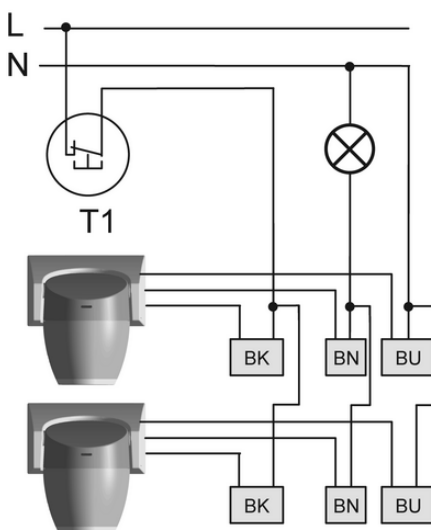

Figure 18: Schéma de raccordement du détecteur de mouvement parallèle
- Si nécessaire, raccorder d'autres détecteurs de mouvement en parallèle selon le schéma de raccordement (figure 18).